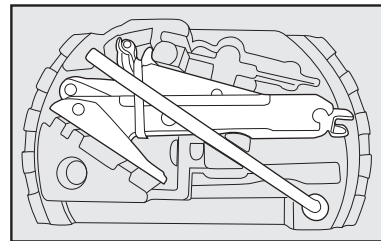

fig. 5
- Soltar as ferramentas, e remover o macaco **fig. 5** puxando-o de sua sede.